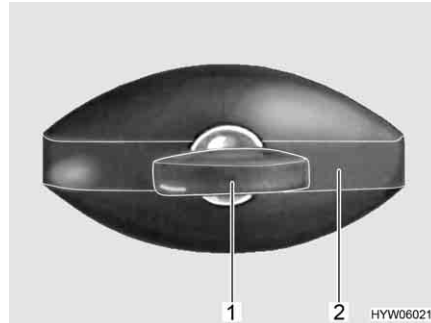

Fig. 68 Serratura dello sportello (ellittico, chiuso)
- Inserire la chiave nel cilindro della serratura (Fig. 68,1) e ruotare in senso antiorario di un quarto di giro. La maniglia della serratura (Fig. 68,2) scatta all'infuori.